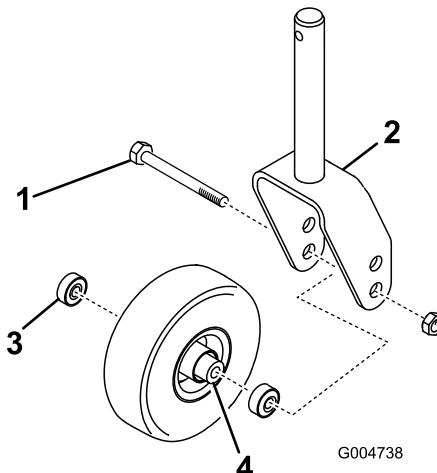

Figure 97
1. Retirez le contre-écrou du boulon vis de fixation de l'ensemble roue pivotante entre la fourche (Figure 97) ou le bras de pivot. Maintenez la roue pivotante et sortez le boulon de la fourche ou du bras pivotant.
2. Enlevez le roulement du moyeu de la roue et laissez tomber l'entretoise à l'extérieur (Figure 97). Enlevez le roulement de l'autre côté du moyeu.